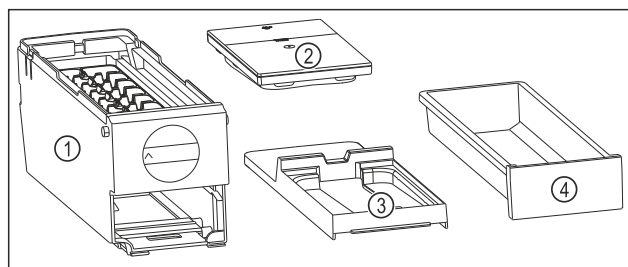

Fig. 132 Dele af EasyTwist-Ice
- ▶ EasyTwist-Ice er adskilt i fire dele. (se Fig. 132)
- ▶ EasyTwist-Ice må kun adskilles i de afbildede dele. (se Fig. 132)
- ▶ Rengør EasyTwist-Ice-legemet Fig. 132 (1) som en helhed.